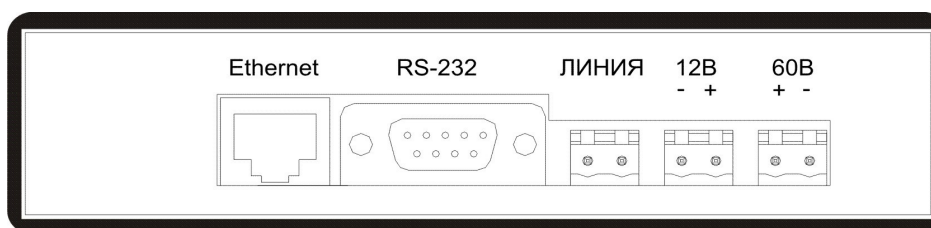

Рисунок 4.5. Задняя панель коммуникатора
4.5. На заднюю панель коммуникатора выведены (см. рисунок 4.5):